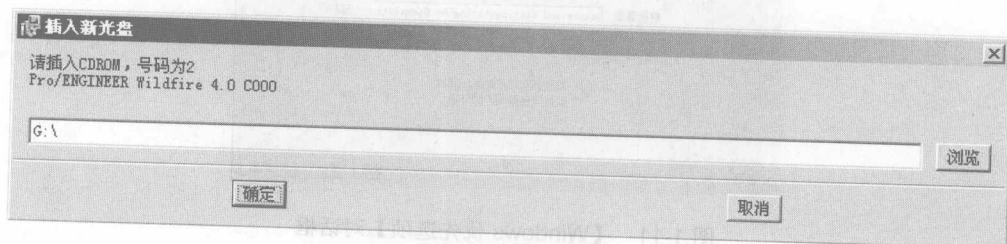

图 1-14 【插入新光盘】对话框
- (10) 在安装过程中，系统会自动提示用户插入光盘 2 和光盘 3，如图 1-14 所示。用户按照提示进行操作即可。